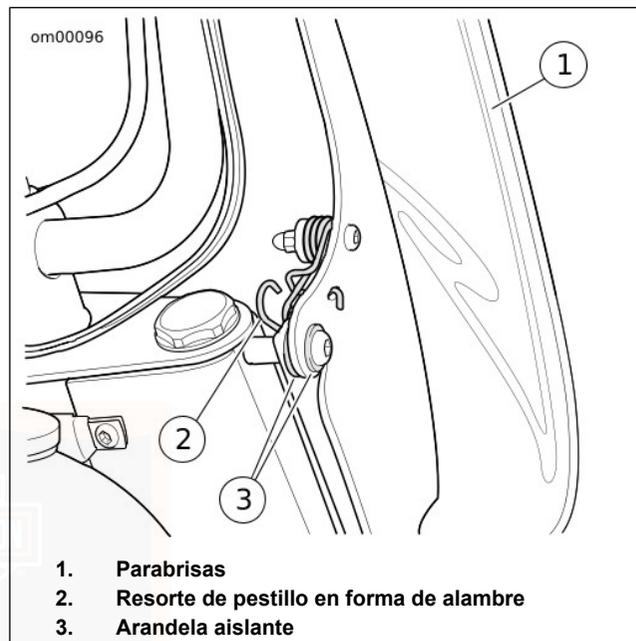

Figura 32. Conjunto del parabrisas
1. Vea Figura 32. Inserte los dedos dentro de los resortes de pestillo en forma de alambre (2) en ambos lados del parabrisas (1) y mueva la parte superior del conjunto del parabrisas hacia adelante, hasta que las muescas de la pieza de soporte superior se deslicen fuera de las arandelas aislantes (3).
1. Vea Figura 32. Inserte los dedos dentro de los resortes de pestillo en forma de alambre en ambos lados del parabrisas y deslice las muescas de la pieza de soporte inferiores del parabrisas sobre las arandelas aislantes de caucho inferiores.